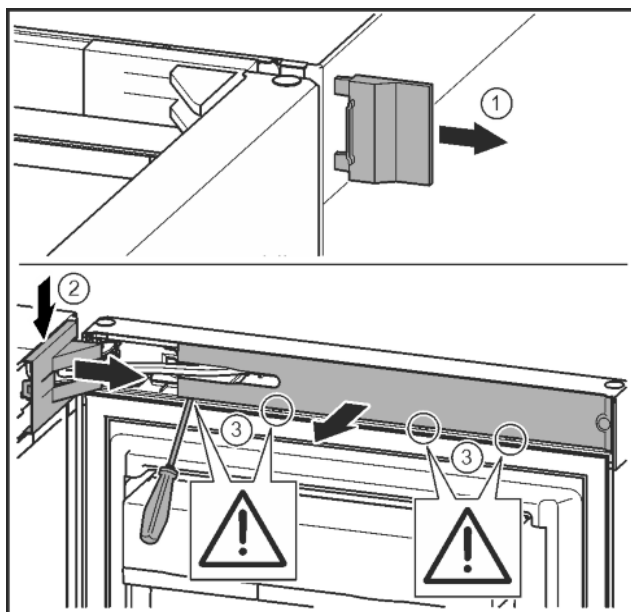

Fig. 12
- Skinite vanjski pokrov. *Fig. 12 (1)*
- Otkopčajte i otpustite pokrov podloška ležaja. Skinite pokrov podloška ležaja. *Fig. 12 (2)*
- Odvijačem s prorezom otkopčajte masku i zakrenite je u stranu. *Fig. 12 (3)*